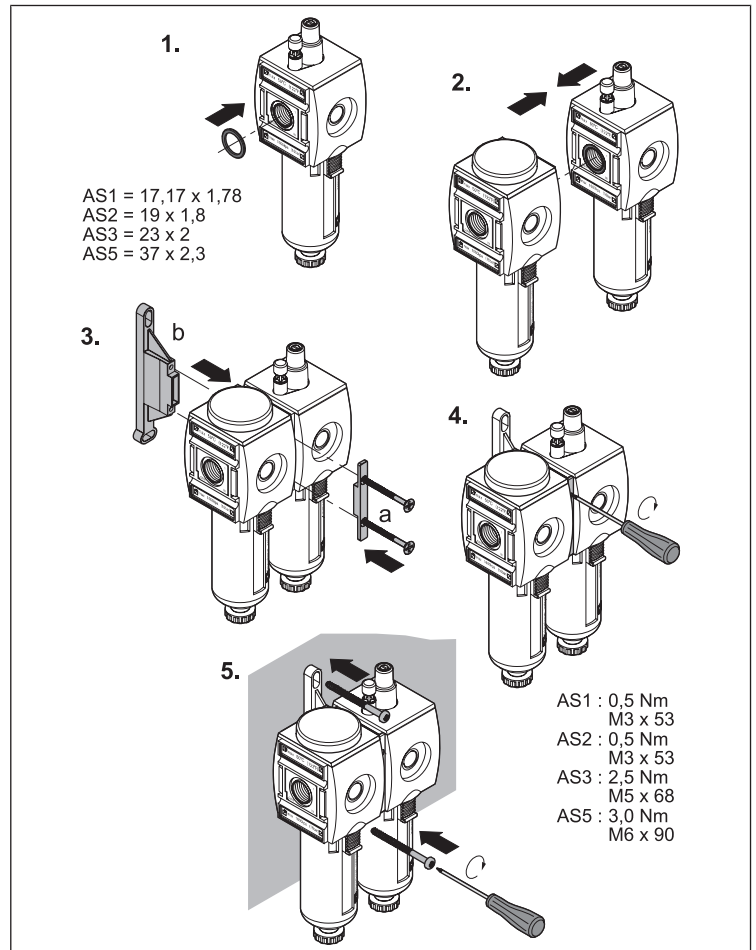
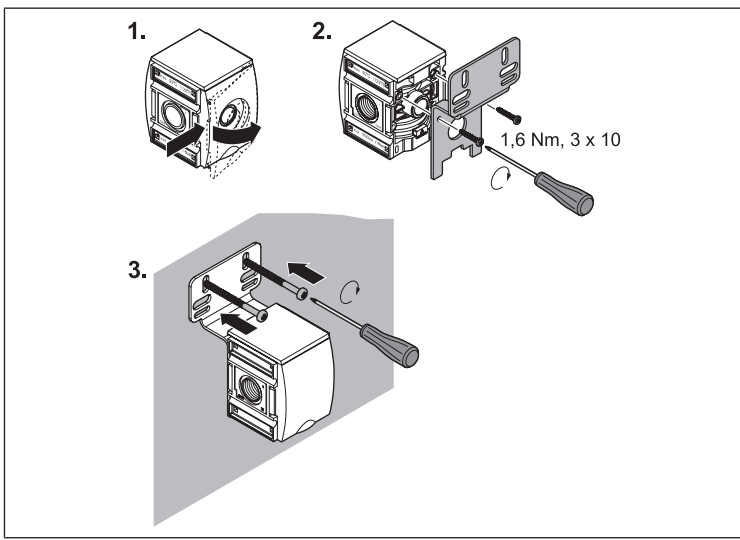
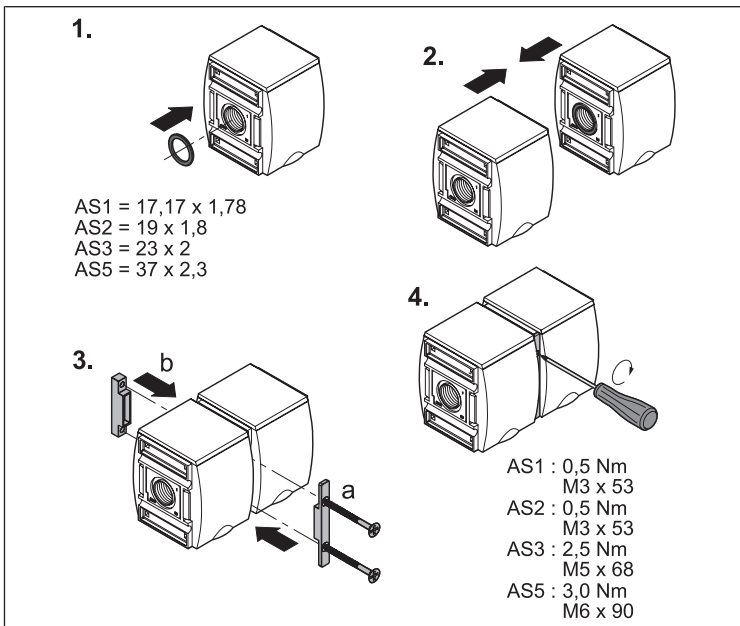
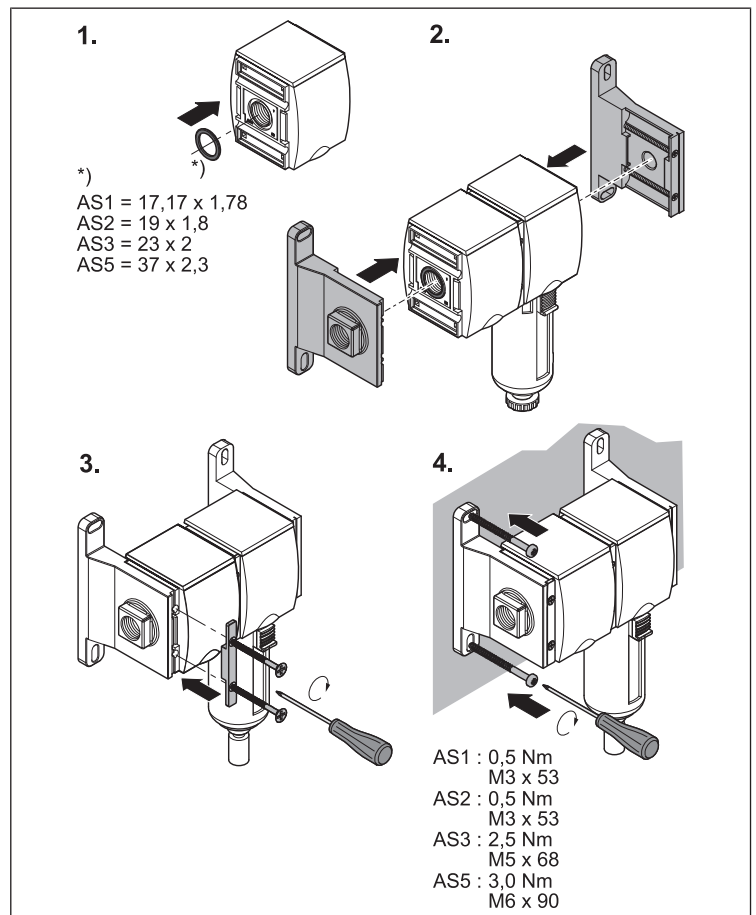

Abb. 6: Verblockung und Befestigung mit Befestigungsbügel W03
Abb. 7: Befestigung mit Befestigungsplatte W01
Abb. 8: Verblockung mit Verblockungssatz W04
Abb. 9: Verblockung und Befestigung mit Verblockungssatz W05
- ▶ Beachten Sie die Abbildungen → Abb. 7, → Abb. 6, → Abb. 8 und → Abb. 9.